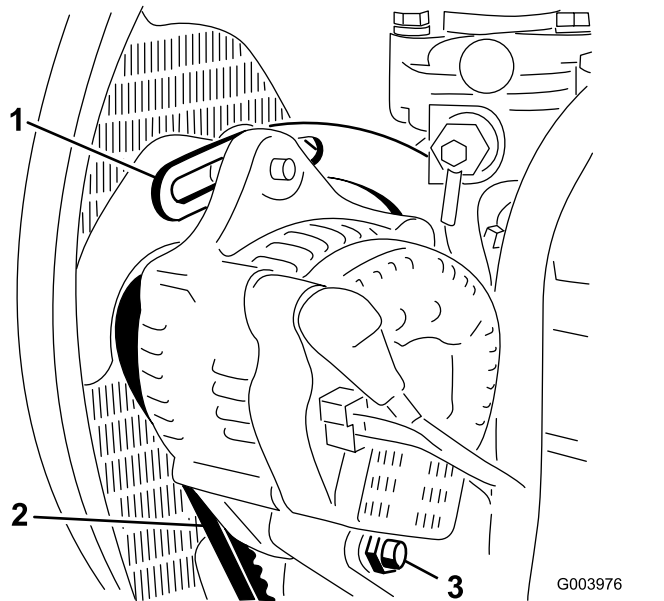

图68
- 检查交流发电机皮带张紧力的方法：使用 10kg 的力按压交流发电机和曲轴箱皮带轮之间的皮带（图 68）中间位置。
- 松开将皮带环形支架固定到发动机（图68）的螺栓，以及将交流发电机固定到皮带环形支架上的螺栓和枢轴螺栓。